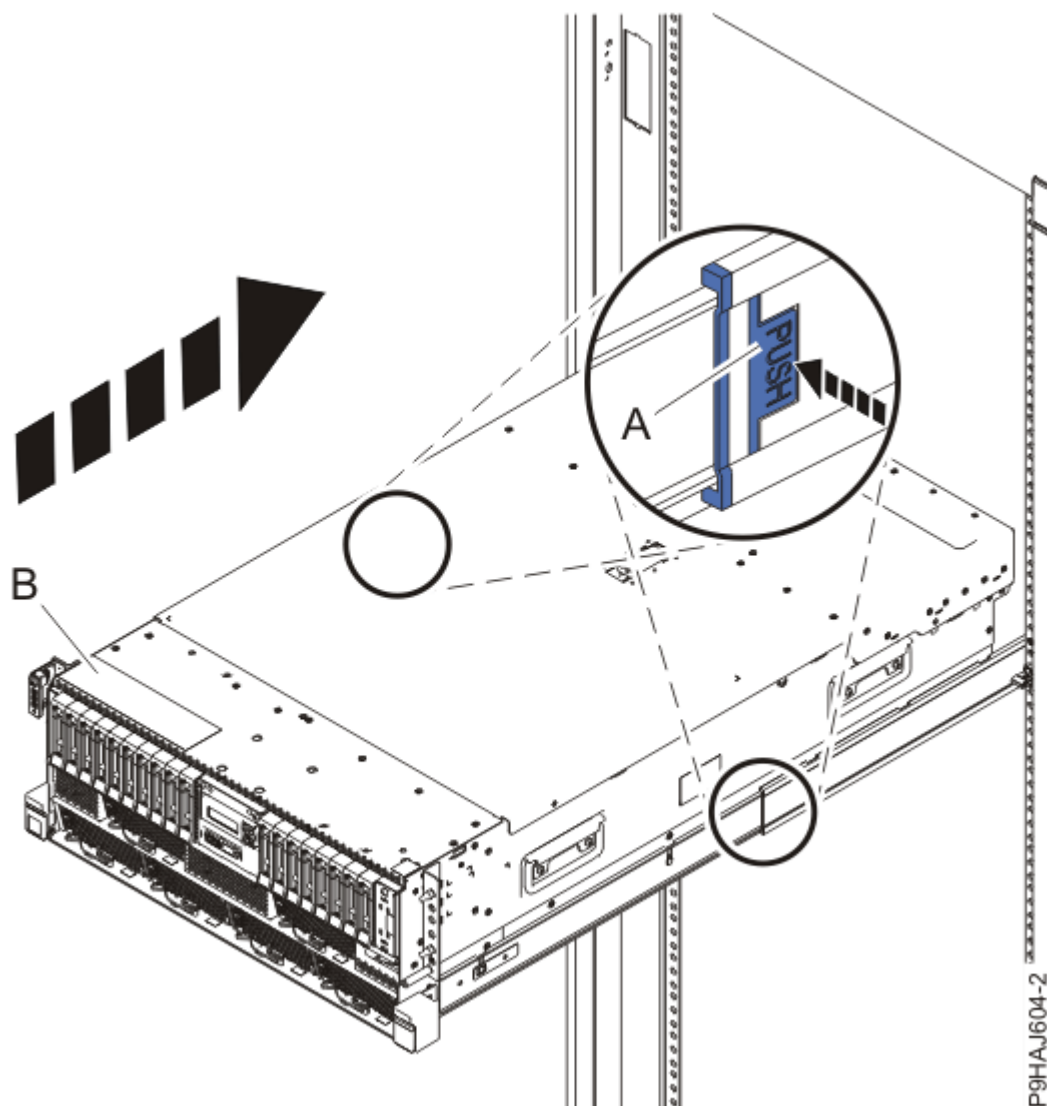

図 17. システムの操作位置への設置
3. ラック・マウント型システムの場合、青色のレール安全ラッチ (A) を、23 ページの図 17 に示されているように内側に押してアンロックします。